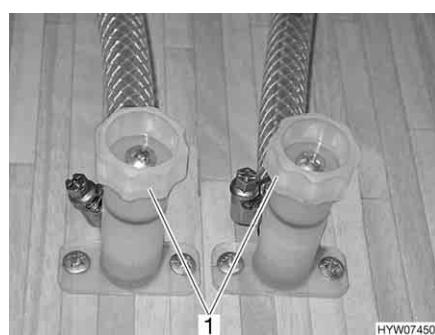

Fig. 106 Rubinetti di scarico per scaldaacqua
- Chiudere i rubinetti di scarico. Ruotare i coperchi (Fig. 106,1) in senso orario. Ubicazione vedi capitolo 10, "Posizione dei rubinetti di scarico".
- Aprire i rubinetti di scarico dello scaldaacqua. A tal fine ruotare i coperchi (Fig. 106,1) in senso antiorario.